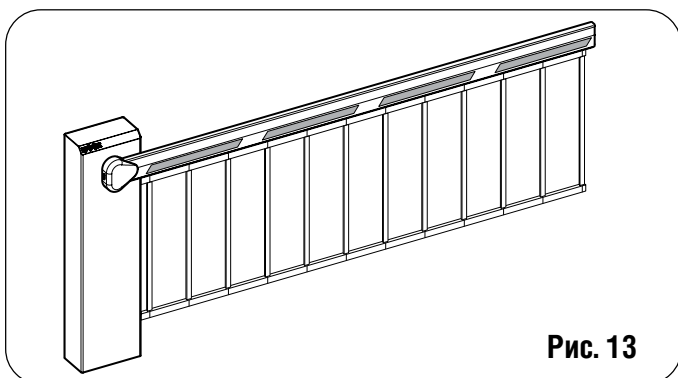

Рис. 13
9. ВОЗМОЖНЫЕ АКСЕССУАРЫ КОМПЛЕКТ С БОРДЮРОМ (рис.13)